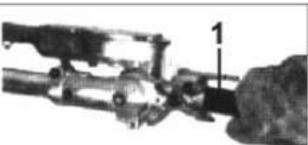

Fig.HT5
1. Coja la empuñadura con la mano derecha, situada inmediatamente detrás del protector de mano. Con la mano izquierda, coja de la palanca de ajuste del conjunto del cortador. Véase la Fig.HT5